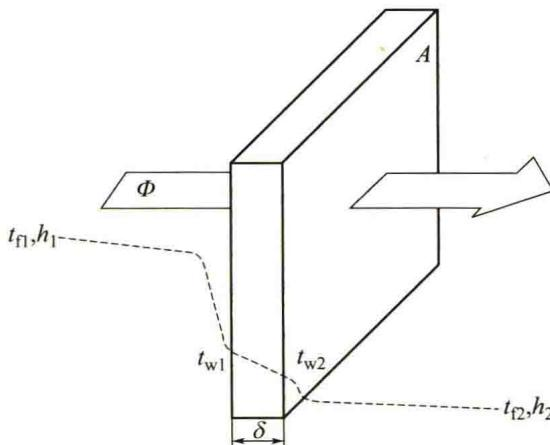

图 1-1 习题 1 附图
1. 利用傅里叶定律分析，在什么条件下图 1-1 中平壁内的温度呈直线关系变化？什么条件下呈曲线关系变化？